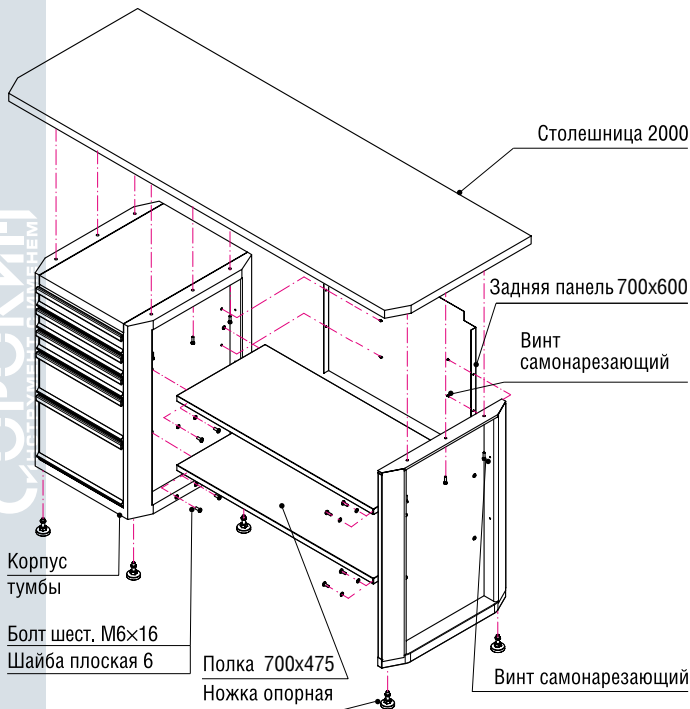

Рисунок 5 – Сборка верстака с одной тумбой и полкой
2. Прикрутите к тумбе и опоре для столешницы (35.500) опорные ножки из комплекта изделия (рис. 5).